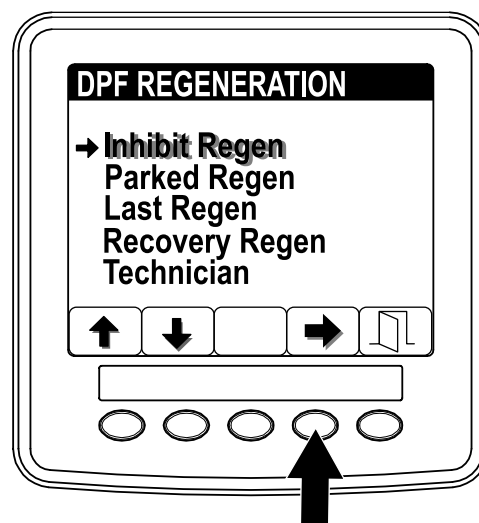

Figura 43
abajo a la opción INHIBIR REGENERACIÓN (Figura 43).
2. Pulse el botón 4 para seleccionar la opción Inhibir regeneración (Figura 43).